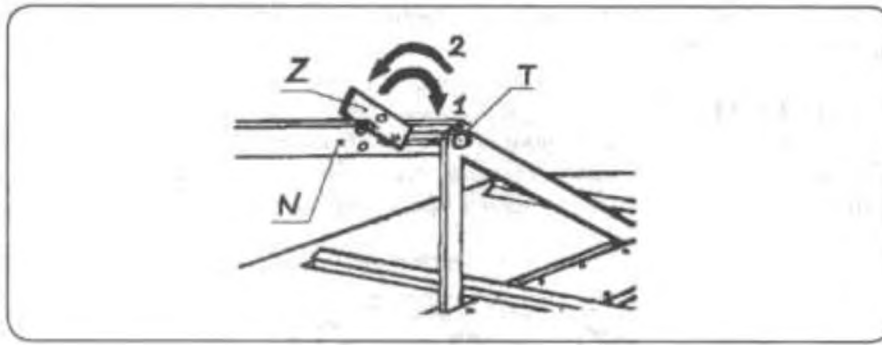

Рис. 13. Установка собачки «Z» в положении:
- д) повернуть собачку «Z» вниз (согласно стрелки 1 *Рис. 13*) в положение, блокирующее перемещение стержня «Т» в отверстии тяги «N»,
- в) повернуть собачку «Z» (в соответствии со стрелкой 2, Рис. 13) в позицию, позволяющую на перемещение стержня «Т» в продольном отверстии тяги «N» (тем самым свободное копирование местности),
- Определить позицию рамы навески косилки так, чтобы удержать величину (X) (Рис.9), которая должна составлять около 30 см, а стержень «Т» должен занимать среднюю позицию продольного отверстия в тяге «N» (Рис. 13). Эту регулировку следует провести при помощи смены длины правой подвески (9) (Рис.3.)